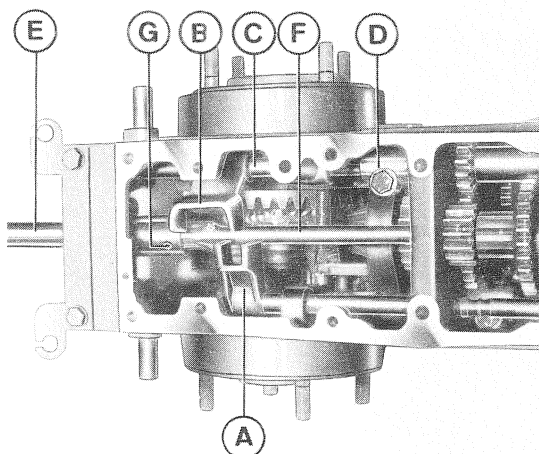

Fig. 2
- 2) Togliere le forcelle **A** e **B** (fig. 2) allentandole dalle loro viti.
Sfilare l'asta **C** dopo aver allentato la vite della forcella **D** (vedi fig. 2).
Staccare l'albero primario **E** dall'albero di riduzione **F** tramite la spina **G** quindi sfilarli dalle loro sedi (vedi fig. 2).